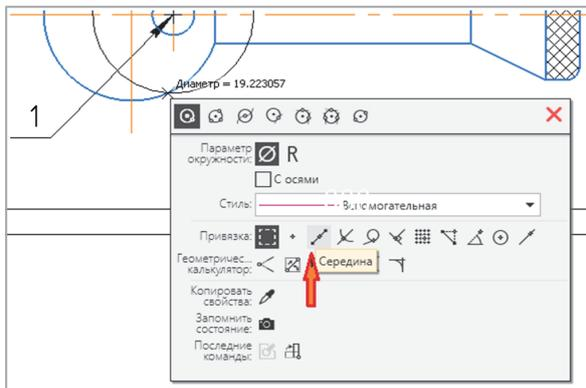

Рис. 2.12-2
4. В ответ на запрос *Укажите точку на окружности...* щелчком правой клавиши мыши на свободном поле чертежа вызвать контекстное меню (рис. 2.12-2).